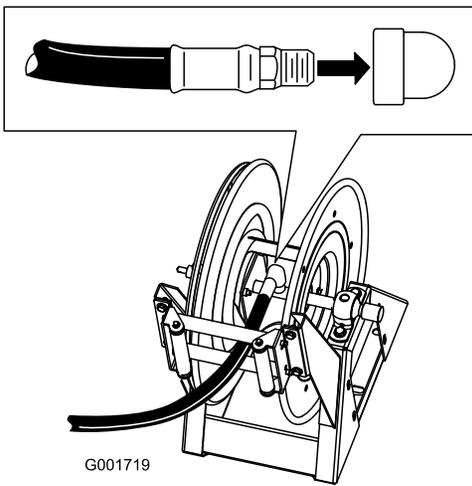

Figura 19
- 1. Aplique fita de Teflon em torno das estrias do encaixe na tubagem longa, e instale o encaixe no tubo de ligação da bobina (Figura 19).